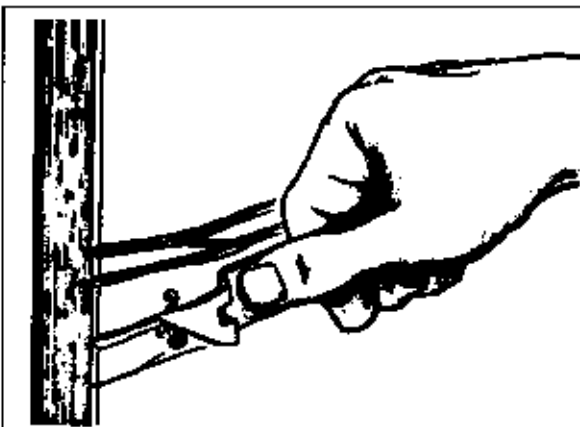
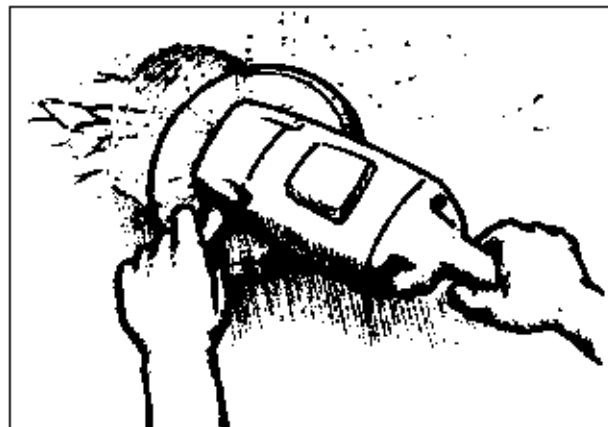

Abb. 2-2 *Kehren sie kleine und flache Risse mit einem V-förmigen Werkzeug aus, wie z.B. einem angeschliffenen Dosenöffner.*
Abb. 2-3 *Schleifen Sie Bereiche mit vielen oder dicht beieinanderliegenden Rissen mit dem Tellerschleifer aus.*
3. Die Risse werden für die Reparatur aufgeweitet. Dazu eignet sich jedes scharfe V-förmige Werkzeug, mit dem man den RiB bis auf den Grund auskratzt (Abb. 2-2), z.B. ein einfacher, auf etwa 90° angeschliffener Dosenöffner. Die schrägen Seiten der Fuge bieten bei der Reparatur mehr Oberfläche für den Verbund. Liegen die Risse dicht beieinander oder reichen sie tief in die Oberfläche, ist es ratsam, die gesamte Fläche auszuschleifen (Abb. 2-3). Kratzen oder schleifen Sie so tief hinein, daß Sie gesundes Material erreichen. Die Tiefe des Risses bestimmt, welche Reparatschritte die richtigen sind: